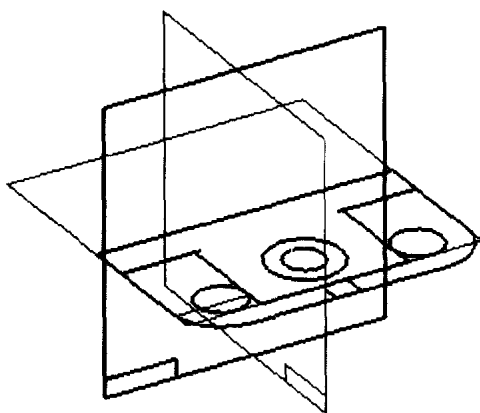

图 1-28
8. 在特征工具条中选择绘制草图命令[草图]，在动态工具条中，选择重合参考面[重合]，再选择 3 个基本参考面中的 x - z 参考面（如图 1-28 所示）。